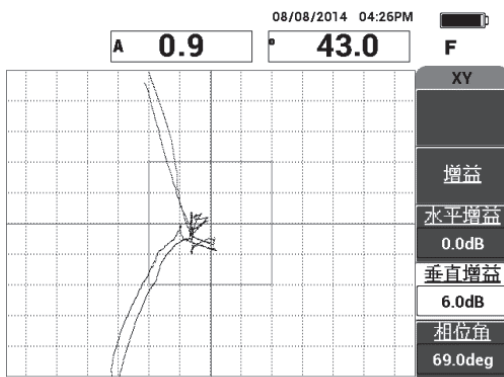

图 6-9 调整水平增益和垂直增益
- 如果需要，调整**水平增益**（C 键）和**垂直增益**（D 键），以更清晰地辨别近端脱粘和远端脱粘缺陷（参见第 119 页的图 6-9）。